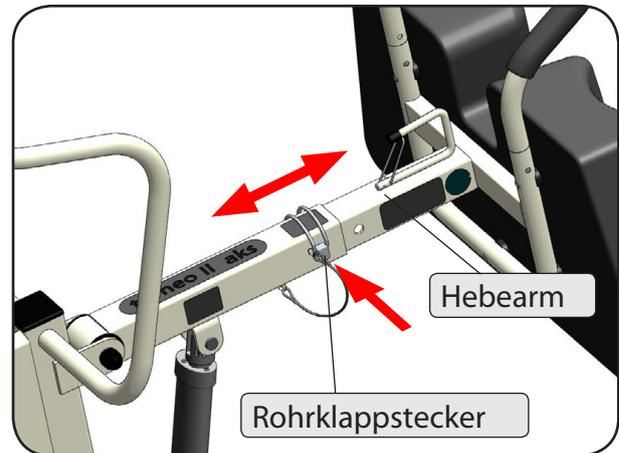
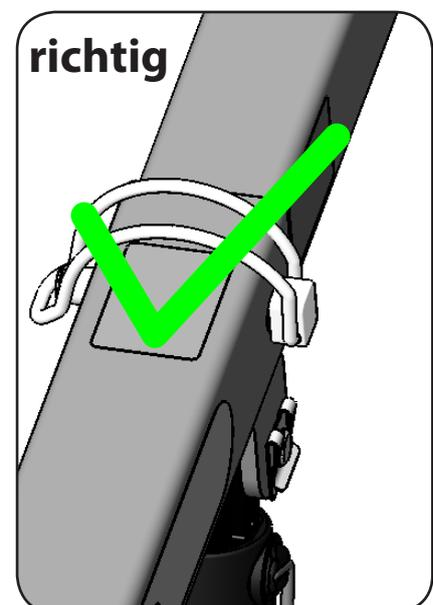

Abbildung 11
Abbildung 14
6. Sichern Sie den Hebearm mit dem Rohrklappstecker in einer der drei Positionen (Abbildung 11). Stecken Sie ihn bis zum Anschlag ein und klappen Sie den Bügel um. Der Rohrklappstecker ist korrekt angebracht, wenn der Bügel das Hebearmrohr umschließt (Abbildung 14).